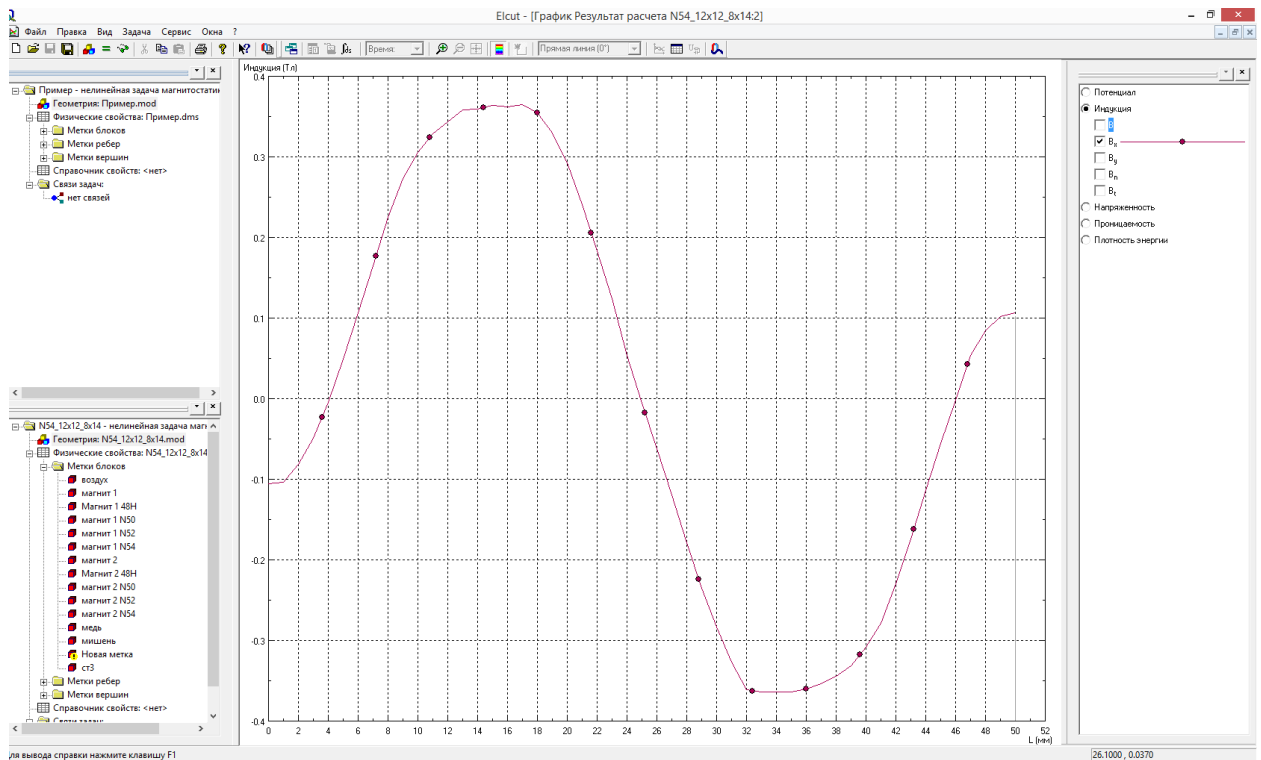

Рисунок 10 – Анализ полученных результатов.
15. С помощью команд «Вид» - «График» вызвать меню анализа данных в численном виде (рис. 10), где можно выбрать необходимую форму представления полученных данных. Для решаемой задачи необходимо выбрать вектор магнитной индукции B_x (вектор магнитной индукции, параллельный плоскости мишени).